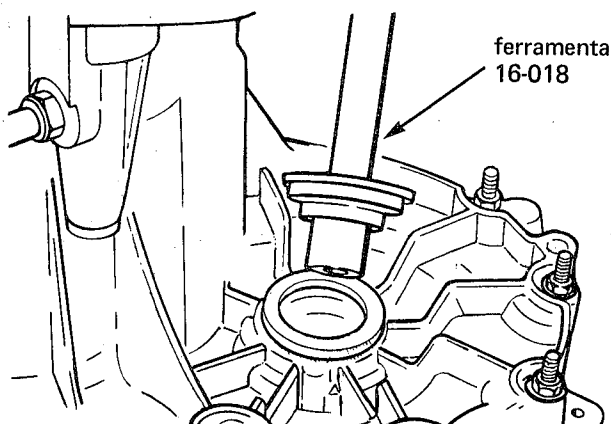

fig. 106
19. Instalar os vedadores das semi-árvores, com o auxílio da ferramenta 16-018 (fig. 106)